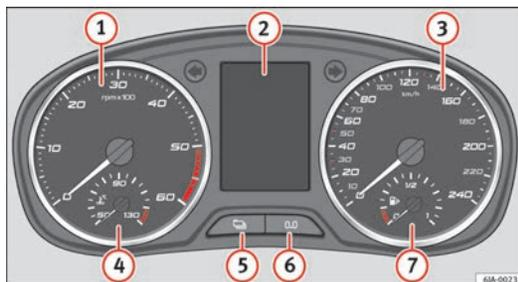

Fig. 31 Vista d'insieme della strumentazione
La parte rossa della scala del contagiri ① ⇒ fig. 31 ⇒ pagina 57 indica la zona in cui la centralina del motore inizia a limitare il regime del motore. La centralina del motore ha il compito di ridurre i giri a un limite di sicurezza.
L'indicatore della temperatura del liquido di raffreddamento  ⇒ fig. 31 ⇒ pagina 57 funziona solo ad accensione collegata.
L'indicatore del livello del carburante  ⇒ fig. 31 ⇒ pagina 57 funziona solo con l'accensione collegata.
Per azzerare il contachilometri giornaliero mantenere premuto il tasto  ⇒ fig. 31 ⇒ pagina 57.
Il numero di chilometri e giorni restanti per l'ispezione Service è sempre visualizzabile ad accensione collegata premendo il tasto  ⇒ fig. 31 ⇒ pagina 57.
L'azzeramento dell'indicatore degli intervalli di Service si esegue premendo il tasto **6** ⇒ fig. 31 ⇒ pagina 57.
L'orologio si regola tramite i tasti **5** e **6** ⇒ fig. 31 ⇒ pagina 57.